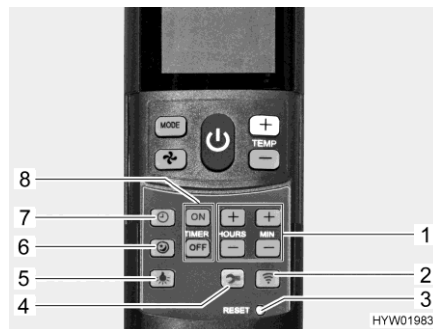

Fig. 115 Telecomando con tasti di impostazione (impianto di climatizzazione)
- Premere il tasto funzionamento silenzioso (Fig. 115,6). Durante il raffreddamento la ventola funzionerà ad un numero di giri inferiore, pertanto risulterà meno rumorosa.
- Premere il tasto ora (Fig. 115,7).
- Impostare le ore e i minuti con i tasti (Fig. 115,1).
- Premere il tasto "ON" (Fig. 115,8).
- Premere i tasti per l'impostazione degli orari (Fig. 115,1) fino a che non è stato raggiunto l'intervallo orario desiderato per l'accensione.
- Premere il tasto "OFF" (Fig. 115,8).
- Premere i tasti per l'impostazione degli orari (Fig. 115,1) fino a che non è stato raggiunto l'intervallo orario desiderato per lo spegnimento.
- Premere di nuovo il tasto "ON" o il tasto "OFF" (Fig. 115,8).
- Premere il tasto luce (Fig. 115,5). La luce viene accesa all'ultimo livello di regolazione impostato.
- Premere e tenere premuto il tasto luce (Fig. 115,5), finché non si raggiunge la luminosità desiderata.
- Premere il tasto luce (Fig. 115,5).
- ▷ Il tasto Setup (Fig. 115,4) permette di collegare il telecomando all'impianto di climatizzazione al momento della prima messa in funzione.